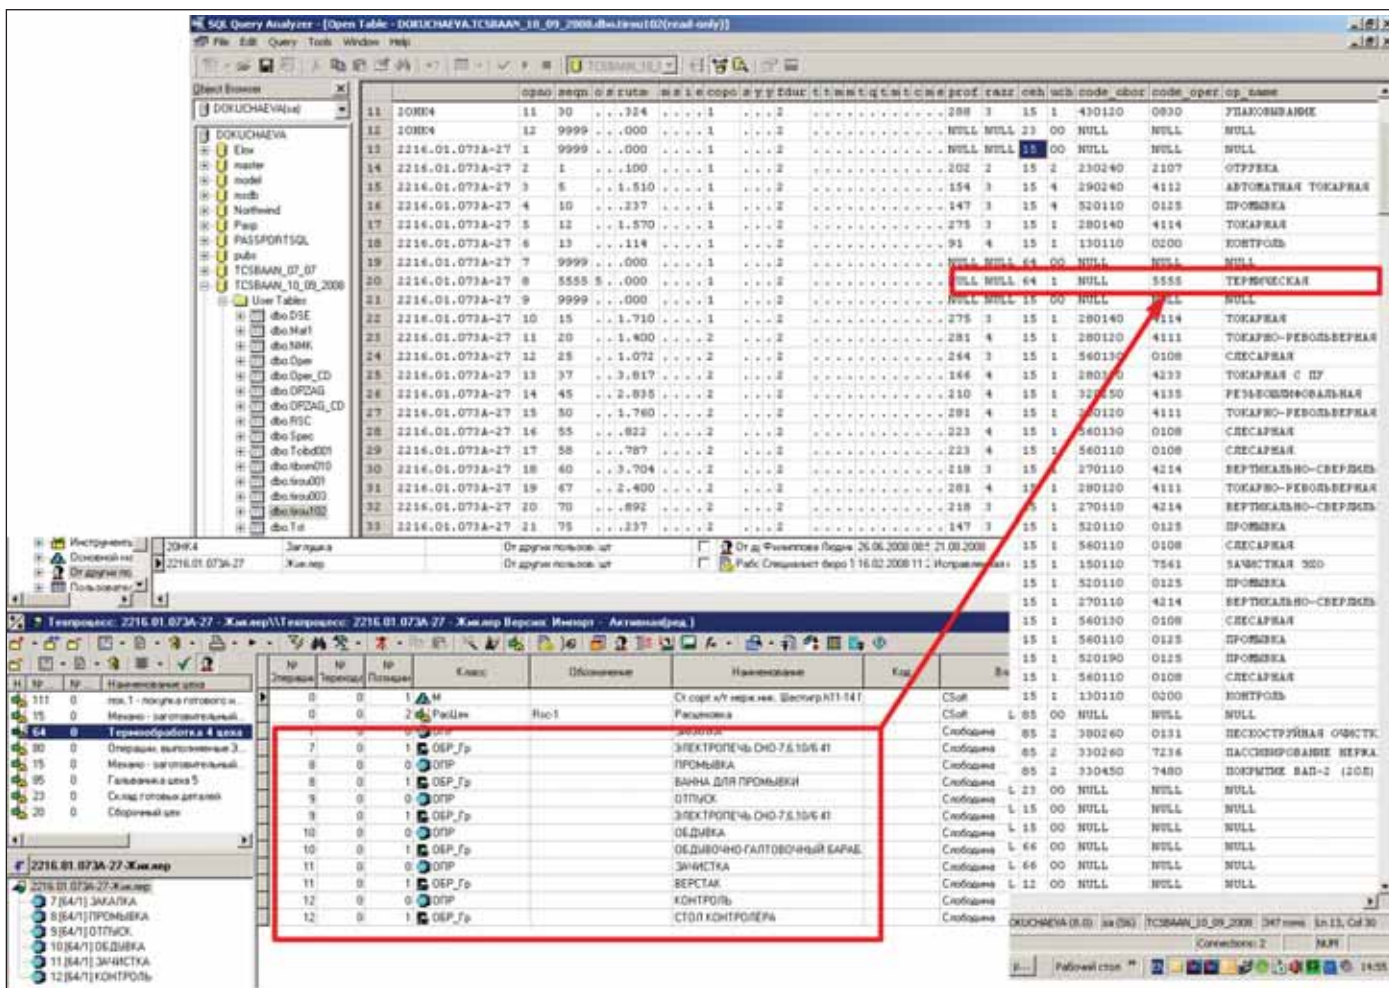

Рис. 5. Объединяем операции
- в ВААН нужны не все операции технологического маршрута, ряд операций нужно объединять в одну и передавать их с обобщенными параметрами (рис. 5);